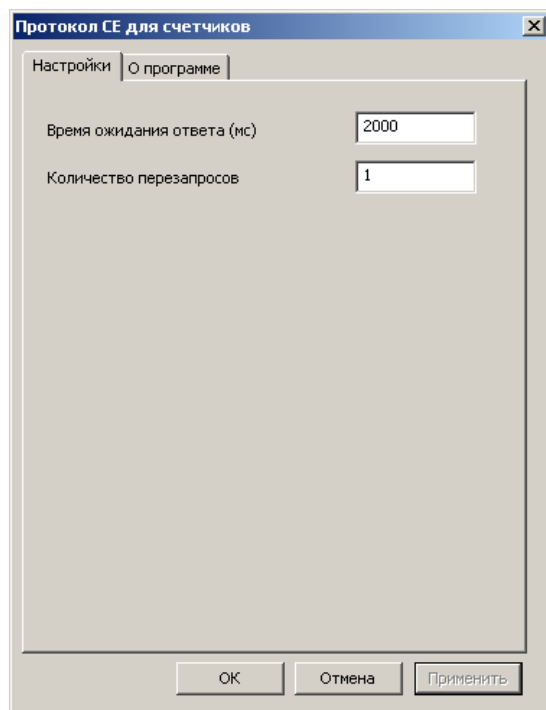

Рисунок 27 – Настройки протокола обмена
5.2.9 Установить значения настроек протокола (см. Рисунок 27).